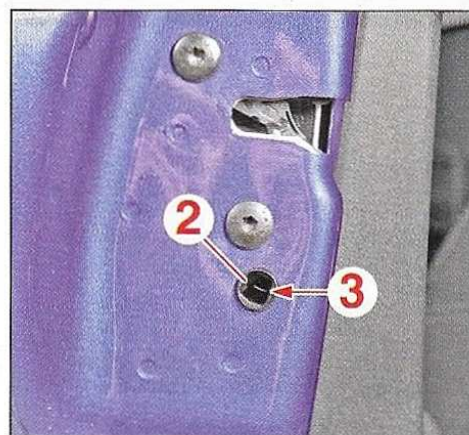

FIG.2
- Insérer la clé dans l'empreinte (2) située sur le chant de la porte, puis déplacer le loquet (3) latéralement vers l'intérieur de la porte (Fig.2).